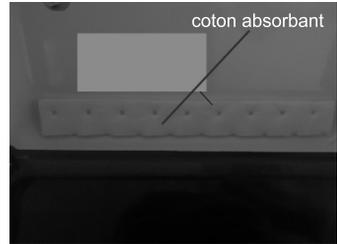

Figure 14
1. **Remplacement du coton du filtre à brouillard d'huile et du coton absorbant l'huile. (Comme le montre la figure 14)**